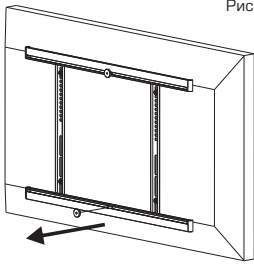

Рисунок 7
- а) Отвинтите нижнюю гайку, как показано на рис. 7.